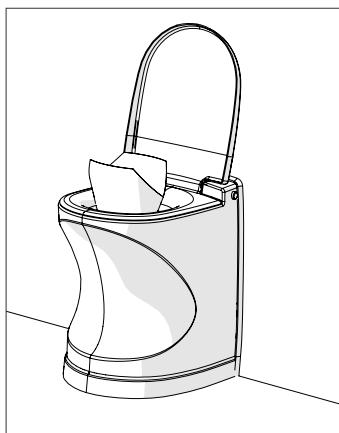

Fig. 1
2. Placer le sac dans la cuvette, et vérifier que le bord du sac est aligné avec le « joint » de la cuvette. Ne pas oublier d'utiliser un nouveau sac à chaque visite (fig. 1).